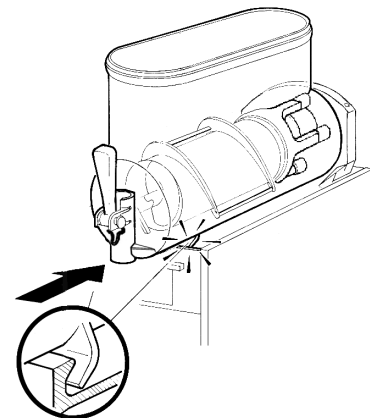

figure 14
- 7 Monter le réservoir et le pousser vers la paroi postérieure, en s'assurant qu'il s'adapte parfaitement au joint et que, en même temps, ses crochets inférieurs soient engagés dans les saillies prévues à cet effet sur le plan égouttoir (voir figure 14).